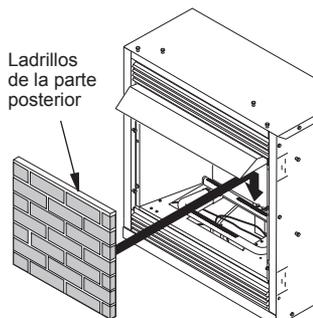

Figura 28 - Instalación de los ladrillos de parte posterior
2. Coloque los ladrillos de la parte posterior atrás del fogón. Los ladrillos laterales mantendrán esta protección en su sitio (consulte la figura 28). Asegúrese de sostener los ladrillos de protección de la parte posterior cuando instale los laterales para que no se caiga hacia adelante.